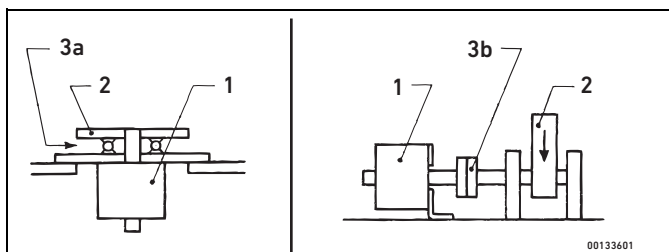

Fig. 3: Ripartizione del carico pesante
- Assicurarsi di non aver superato i valori massimi indicati nei dati tecnici per la pressione d'esercizio e per il carico assiale e radiale consentito sul cuscinetto. In presenza di carichi pesanti è necessario suddividere il carico. Vedere Fig. 3, carico assiale (a sinistra) e carico radiale (a destra).